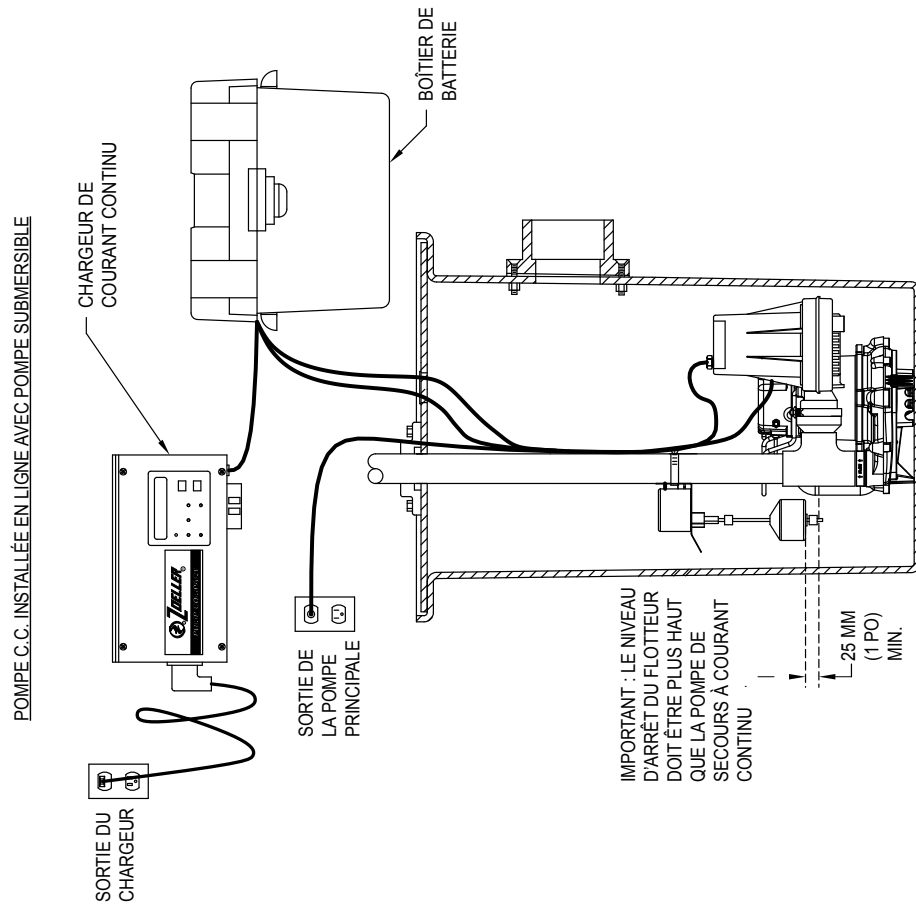
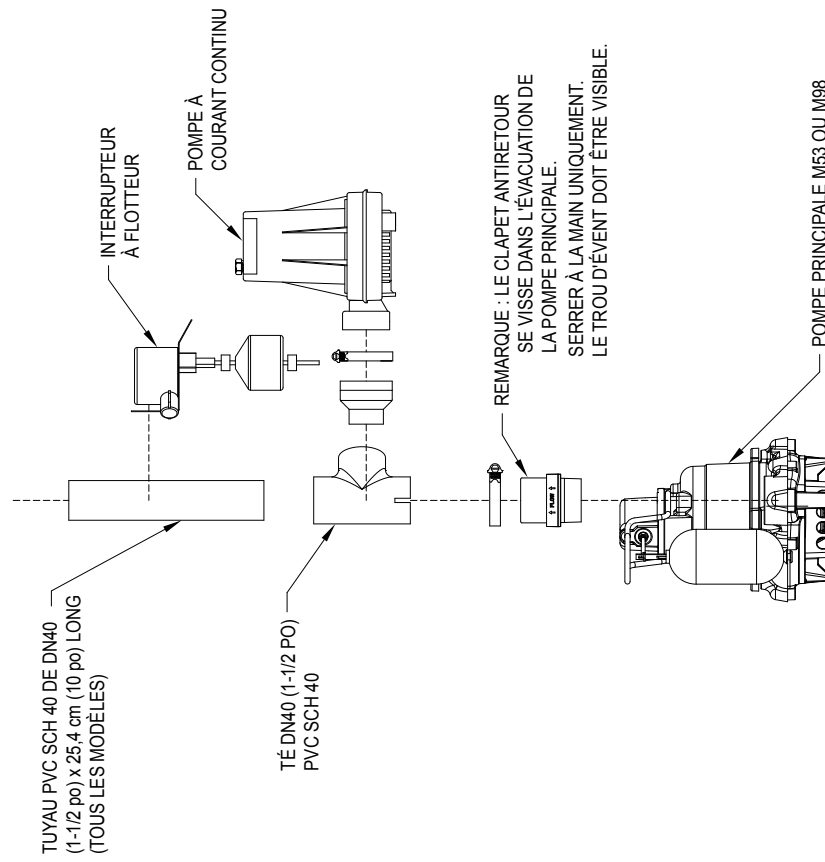

FIGURE 1
FIGURE 2
- Assurez-vous que le joint torique est bien placé sur l'évacuation de la pompe. Glissez la pompe à courant continu dans le raccord puis serrez le collier du flexible. (Reportez-vous à la figure 2.)
- La méthode préférentielle pour l'installation de pompes de secours est indiquée sur la figure 1. Le kit d'installation comprend un clapet antiretour pour l'installation avec une pompe de secours qui s'évacue dans le tuyau de sortie de la pompe principale. Un clapet antiretour supplémentaire est inclus dans l'évacuation de la pompe de secours.
- Assurez-vous que l'interrupteur à flotteur est serré sur le tuyau pour éviter tout glissement. Assurez-vous que le niveau d'« arrêt » du flotteur est au moins à 2,5 cm (1 po) au-dessus du té d'évacuation de la pompe de secours à courant direct (reportez-vous à la figure 1). Positionnez les pompes dans le puisard puis montez et descendez le flotteur pour vous assurer que rien ne gêne son mouvement dans le puisard ou le couvercle. Les puisards très peu profonds nécessitent un ajustement pour éviter un remplissage excessif ou un refoulement d'eau vers l'entrée du puisard. L'interrupteur à flotteur peut être déplacé sur le tuyau d'évacuation ou les butoirs en caoutchouc peuvent être réglés si nécessaire. Coupez une longueur supplémentaire de la tige du flotteur sous le butoir inférieur du flotteur pour éviter que des débris n'empêchent le bon fonctionnement du flotteur (reportez-vous à la figure 2).